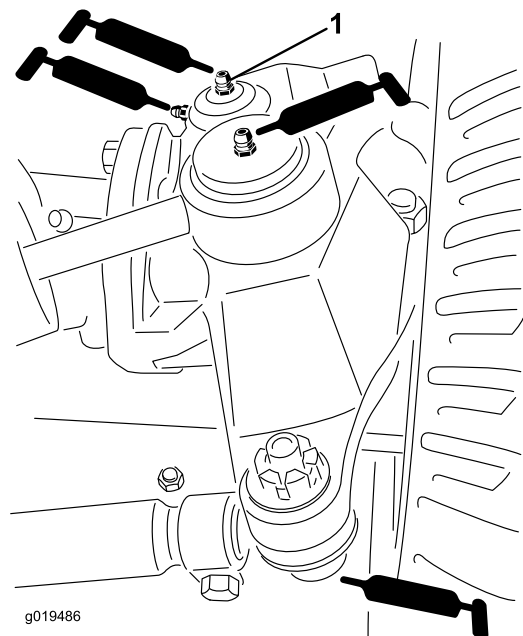

図 45
- 後アクスルのタイロッド2本 図 45
- ステアリングシリンダのボールジョイント2ヶ所 図 45
- キングピンのブッシュ2ヶ所 図 45。但しキングピン上部は1年に1回のみポンプ2回押しのみとする。